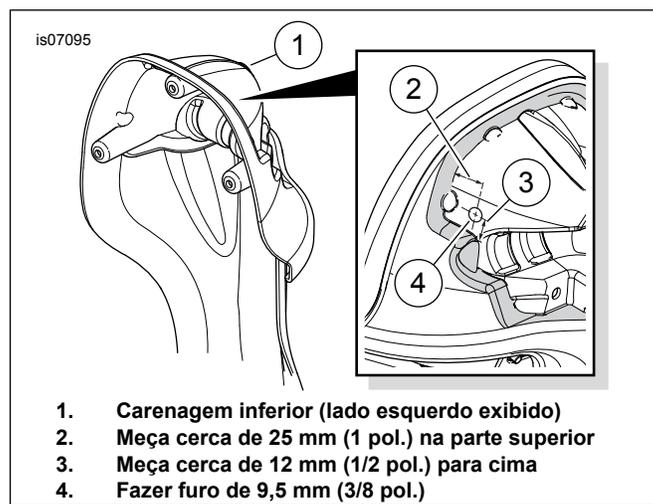

Figura 4. Furo do fio do alto-falante na carenagem inferior
- Remova o porta-luvas, a porta e a bolsa (F) da carenagem inferior (E) de acordo com as instruções de desmontagem do Manual de serviço. Guarde os parafusos (J).
- Remova a porta do respiro (H) do porta-luvas, anotando a ordem e a orientação das peças de fixação.
- Instale a porta do respiro na **nova** estrutura do alto-falante (4) **desse** kit com as peças de fixação na mesma ordem e orientação da remoção. Aperte a porca de travamento (I) de acordo com as instruções do Manual de serviço.
- Prenda a caixa do alto-falante da carenagem inferior com os três parafusos (J) retirados no passo 1a. Aperte os parafusos com torque de 2,3–2,8 N·m (20–25 in-lbs).
- Veja Figura 4. Na parte superior da carenagem (1), meça cerca de 25 mm (1.0 in) na parte superior (2) e 12 mm (0.5 in) para cima (3) a partir do flange correspondente da capa da carenagem inferior (área sombreada) e faça um furo de 9,5 mm (3/8 in) (4) na parede interna do porta-luvas e da caixa do alto-falante. Veja Figura 10. Instale um ilhó (8) no furo da parede do porta-luvas.
- Pelo lado de dentro, passe o chicote de fios do alto-falante da carenagem inferior (6) pela ampla abertura na frente da caixa do alto-falante e pelo ilhó da parede do porta-luvas.